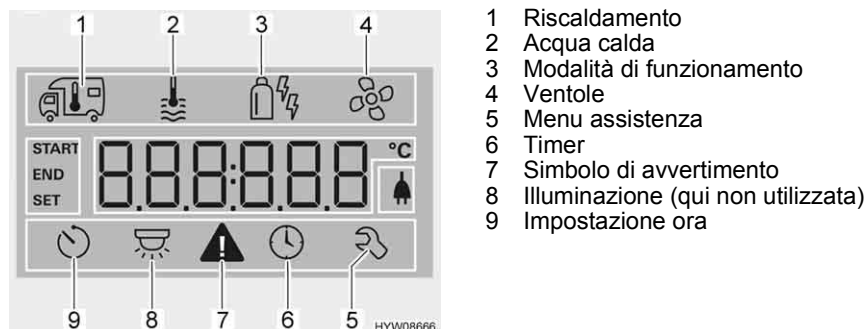

Fig. 89 Display
- Ruotare la manopola/il pulsante (Fig. 74,6), finché il simbolo del menu relativo all'acqua calda (Fig. 89,2) lampeggia.